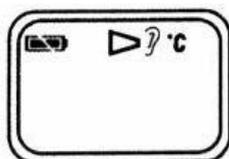

Figure 6.21
6. Tous les mots sur l'écran d'affichage resteront 2 secondes. Le système corrige la température (moins de 10 secondes). Après avoir écouté le tic-tac deux fois, les utilisateurs peuvent commencer la mesure (voir la figure 6.21).